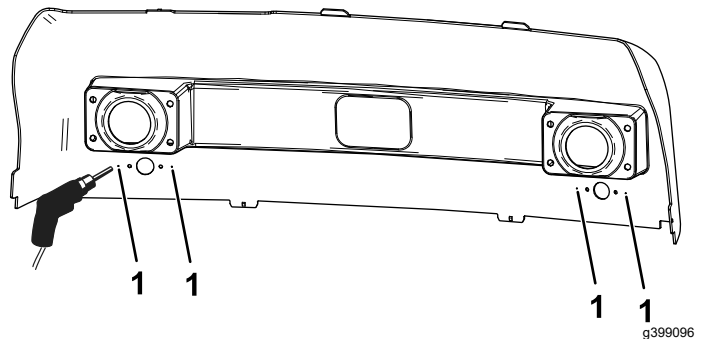

Figura 22
2. No interior do capot, localize os 4 pontos junto aos furos das luzes de sinalização de mudança de direção e faça furos de 6 mm de diâmetro, como se mostra na Figura 22.